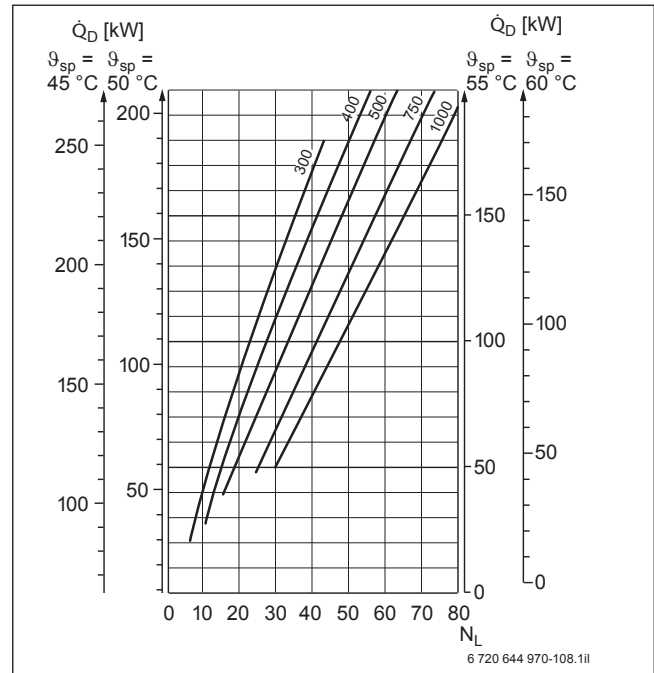
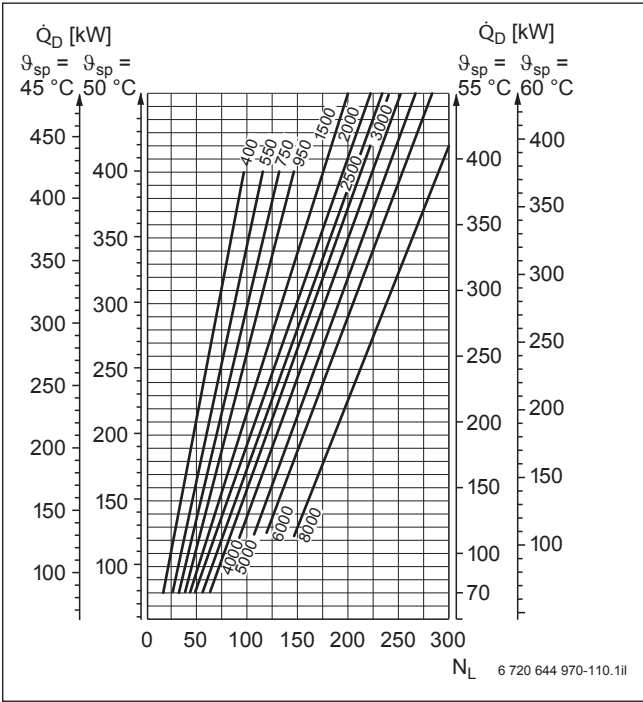

Bild 119 Speicherladesystem mit Logalux SF300/5 ... SF1000.5 bei nicht durchlaufender Schichtladepumpe
Bild 121 Speicherladesystem mit Logalux LF und L2F bei nicht durchlaufender Schichtladepumpe
- **Nicht durchlaufende** Schichtladepumpe → Bild 119 und Bild 121, z. B. in Verbindung mit dem Regelgerät Logamatic 4126, 4117 oder Logamatic 4... mit Funktionsmodul FM445